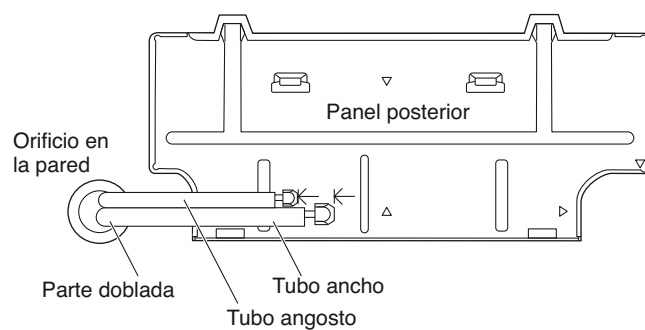

Fig. 38a
- (1) Guíe la tubería y la manguera de drenaje a través de la pared permitiendo una longitud suficiente para la conexión. Luego doble la tubería usando un doblador de tubería para hacer la instalación. (Fig. 38a)
- (2) Cambie la manguera de drenaje y la tapa de drenaje.